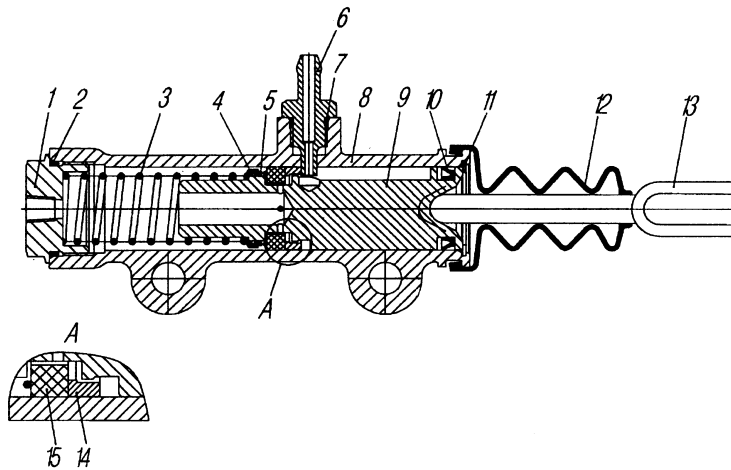

Рис. 20. Цилиндр главный:
**Главный цилиндр сцепления.** При необходимости ремонта или сборки кольцо 14 установить как показано на рис. 20. Момент затяжки болтов М12 крепления главного цилиндра 44-56 Н.м (4,4-5,6 кгс. м).